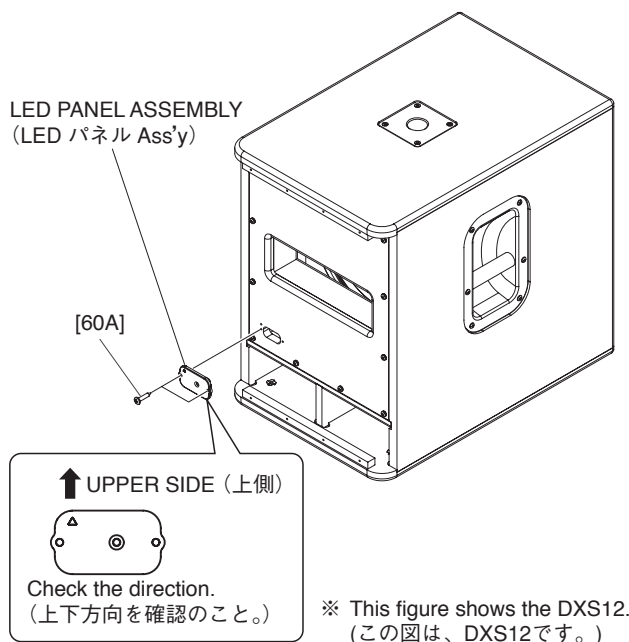

Fig. A-2 (図A-2)
A-2-2 Remove the two (2) screws marked [60A]. The LED panel assembly can then be removed. (Fig. A-2)
* **When installing the LED panel assembly, check the direction. (Fig. A-2)**
A-2-2 [60A] のネジ 2 本を外して、LED パネル Ass'y を外します。(図 A-2)
※ LED パネル Ass'y を取り付けるときは、上下方向を確認してください。(図 A-2)